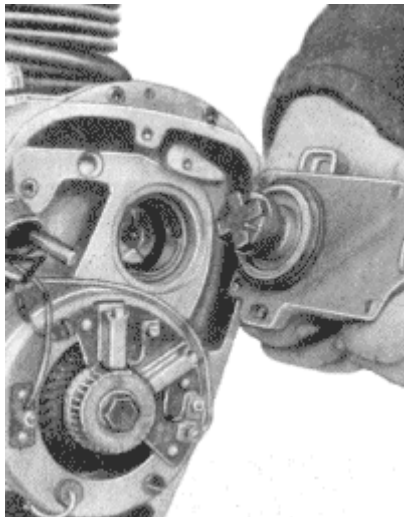

Bild 86. Magnetzündler ausbauen
3. Magnetzündler nach dem Lösen der drei Innensechskantschrauben herausziehen. Dabei ist auf das Kupplungskreuz und den Gummiring zu achten (**Bild 86**).